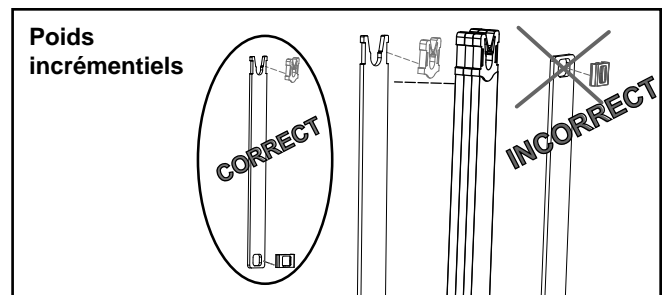

Figure 10
- I. Réinstallez les six poids incrémentiels retirés à l'étape 6B. Reportez-vous à la figure 10.